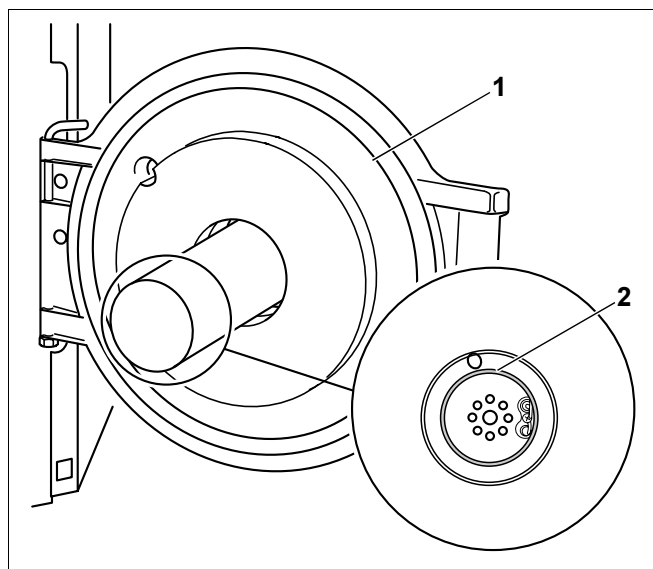

Fig. 35 Controlul poziției corecte a garniturii de etanșare
- Când ușa arzătorului este deschisă, poziția corectă (Fig. 35, **Poz. 1**) a garniturii de etanșare se verifică la fel ca la punerea în (Fig. 35, **Poz. 2**) funcțiune.
- Se închide ușa (Fig. 35, **Poz. 1**, pagina 37) și se strâng șuruburile de fixare ale ușii arzătorului.